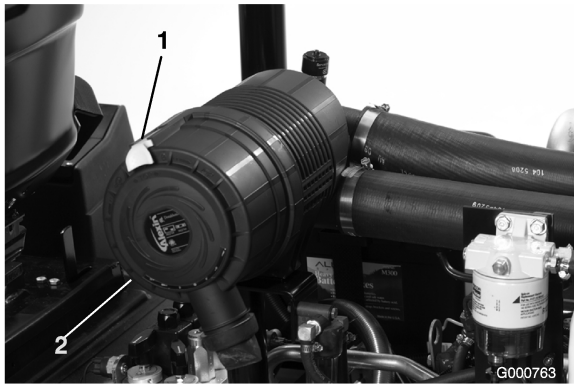

図 39
1. ラッチを引いて外し、カバーを左にひねってボディーからはずす (図 39)。